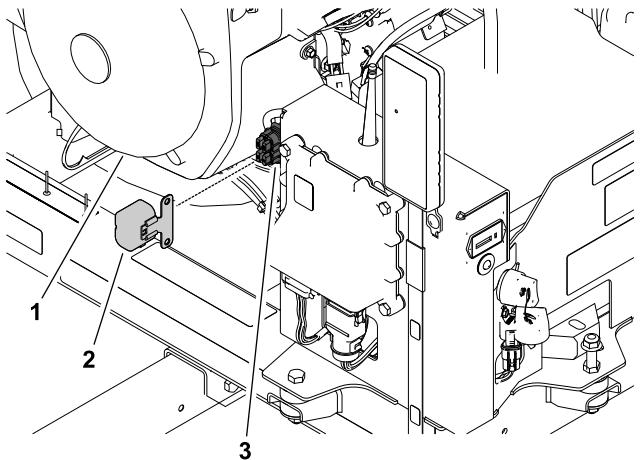

Figure 42
Le porte-fusibles est incorporé au faisceau de câblage de la machine. Il est situé derrière le récepteur sur le côté droit de la tour de commande (Figure 42).
1. Sur le côté intérieur avant de la tour de commande, retirez le couvercle du porte-fusibles (Figure 42).
2. Retirez le fusible ouvert du porte-fusibles (Figure 42).